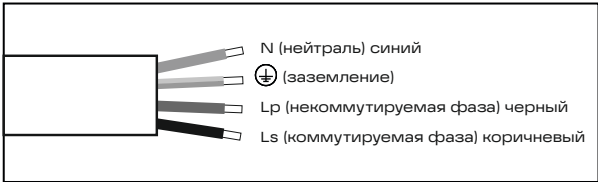

Рис. 4
- 5.14 Выполните электрическое подключение осветительного прибора согласно рис. 4.